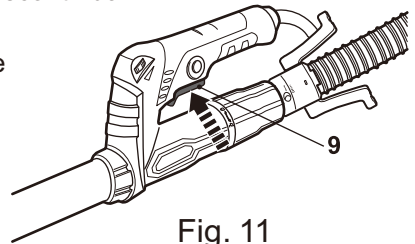

Fig. 11
- > Ligue o produto pressionando o interruptor de ligado/desligado (9) (Fig. 11).
- > Desligue o produto soltando o interruptor de ligado/desligado (9) (Fig. 11).